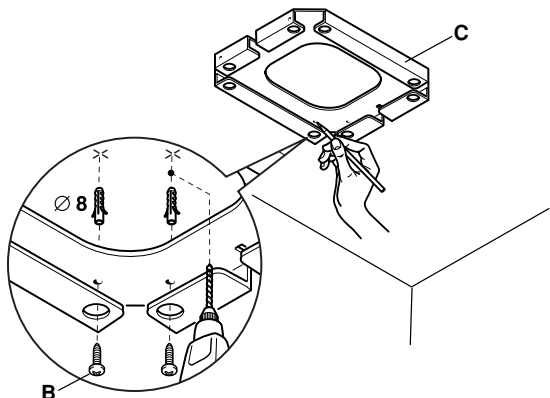

Fig. 2
- Fissare il supporto cappa (C) al soffitto utilizzando 8 fischer da  $\varnothing 8$  e relative viti (B) (Fig. 2).
- Fasten the range hood support (C) to the ceiling using 8 x 8 dia. Fischer screw anchors and screws (B) (Fig. 2).